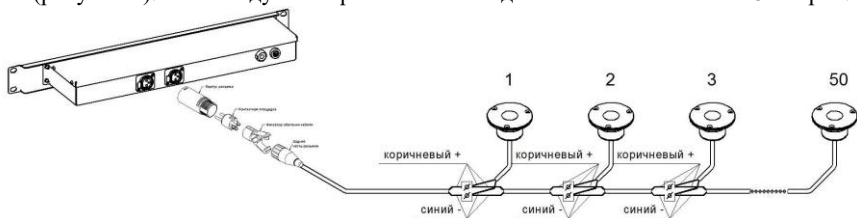

Рисунок 2
5.2 Светильник LTL LED-TRACK- световая дорожка, устанавливается в специально подготовленные отверстия в стене. Цепь светильников управляется при помощи контроллера LTL LED TRACK. Данное устройство включает в себя плату для регуляции яркости свечения и выключатель. На один канал контроллера можно соединить в одну цепь до 50 светильников (рисунок 2). Рекомендуемая протяжённость одной линии составляет 25 метров.